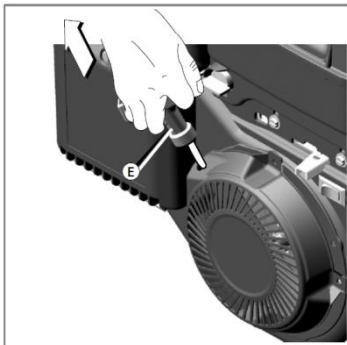

Abbildung 10
4. Den Motor der Verti-Top Tow Behind starten (Abb. 10).